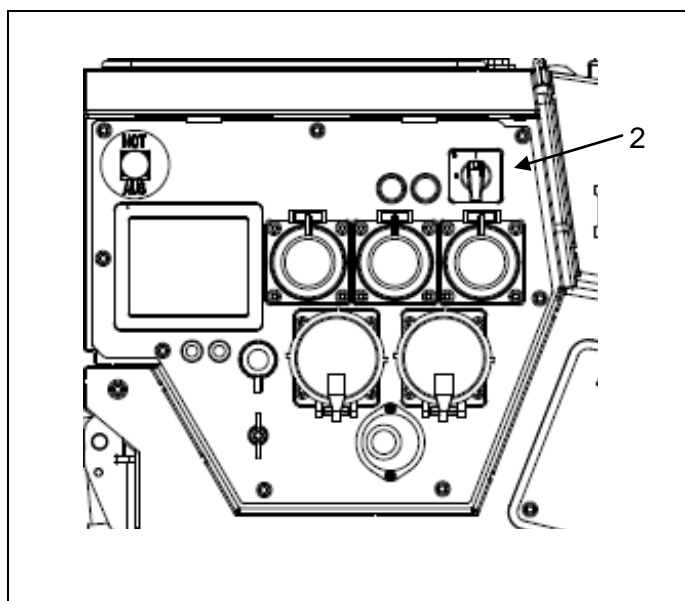

Fig. 4-2: Betjeningspanel standardversjon
2. START-STOPP-bryter (Fig. 4-2-(2)) dreies helt til høyre i posisjon "START" til motoren startes, og slippes igjen.
3. Sett START-STOPP-bryteren (Fig. 4-2-(2)) til stilling "1".
3. Sett START-STOPP-bryteren (*Fig. 4-2-(2)*) til stilling "0"